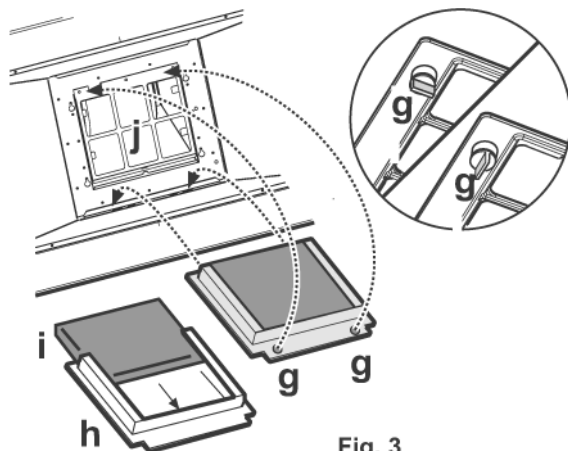

Fig. 3
2. Retirez le cadre de support du filtre en faisant tourner les pommeaux de 90° (g - **Fig. 3**).
3. Montez le filtre au charbon (i - **Fig. 3**) à l'intérieur du cadre (h - **Fig. 3**).